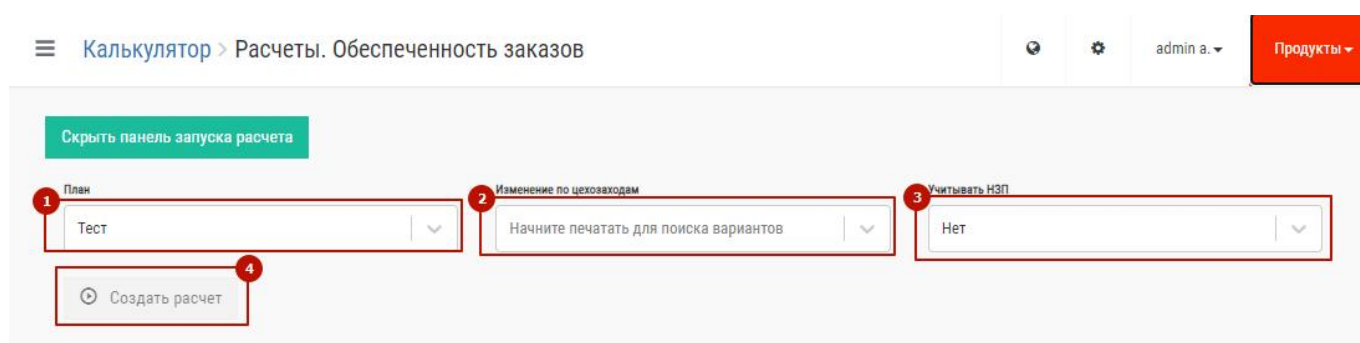

Рис. 98 – Параметры расчета «Обеспеченность заказов»
В окне появятся поля с параметрами расчёта, которые нужно заполнить. Пример фрагмента экрана показан на Рис. 98.
1. План заказов. Это обязательный параметр, без выбора плана заказов расчет не будет выполнен (1 на Рис. 98).
2. Изменение по цехозаходам. Это обязательный параметр. Позволяет применять изменённые циклы по цехозаходам (2 на Рис. 98).
3. Учитывать НЗП. Это не обязательный параметр. Учитывает загруженное предварительно состояние НЗП в систему BFG (3 на Рис. 98).
После заполнения всех обязательных параметров кнопка «Создать расчет» станет доступной для нажатия (4 на Рис. 98).